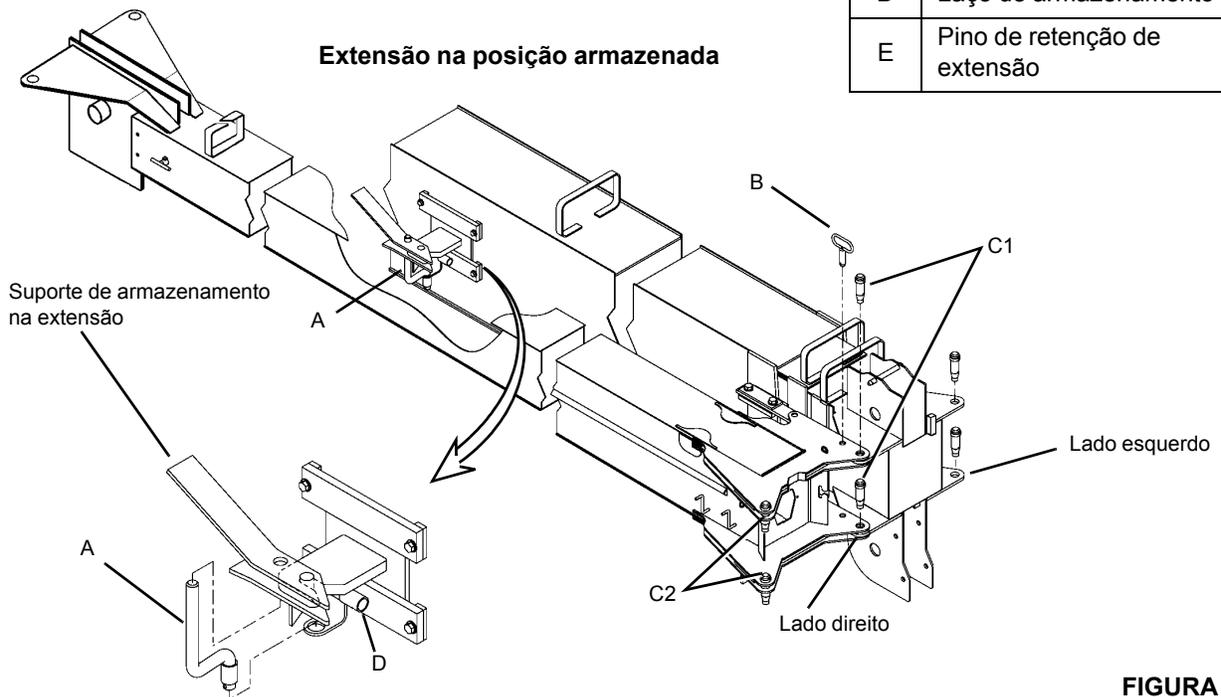

FIGURA 4-3
5. Verifique se a extensão está armazenada corretamente (Figura 4-3):
2. Usando a função de elevação, abaixe a lança de forma que os pinos de acionamento C1 (Figura 4-3) e C2 da extensão possam ser facilmente acessados do solo.